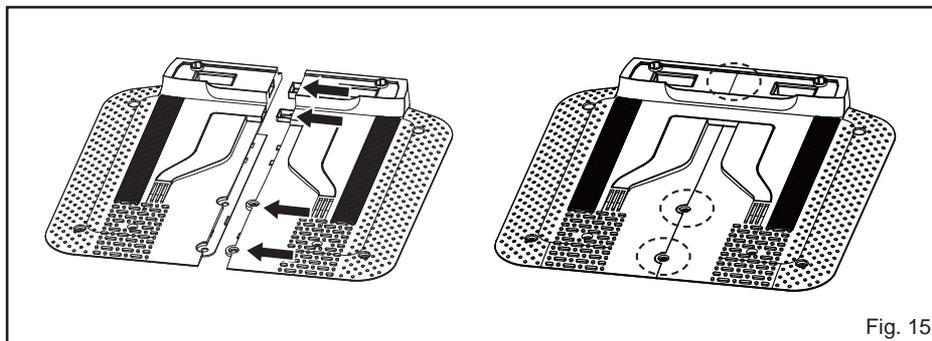

Fig. 15
- Conecte las dos partes de la base de la estación base tal y como se muestra. Asegúrese de que encajan firmemente (Fig. 15).